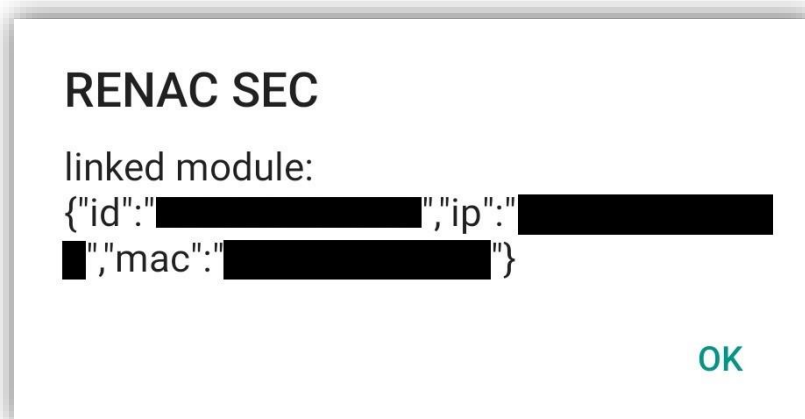

Figura 7 – Janela de indicação de sucesso da configuração
4. Após pressionar o botão “Start” o datalogger irá tentar conectar à rede Wifi. Se caso a conexão for bem-sucedida uma tela deverá aparecer como mostra a **Figura 7**.